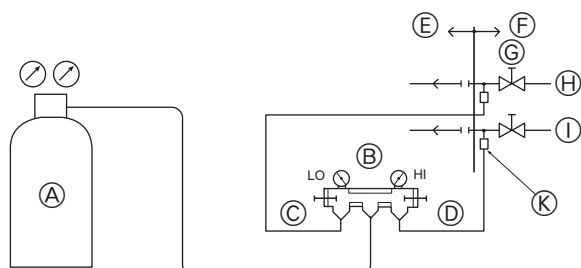

Fig. 5-11
① **Test voor luchtdichtheid (Fig. 5-11)**